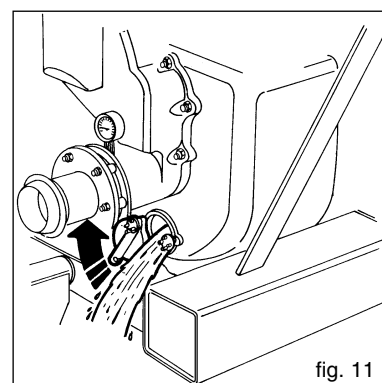

fig. 11
Ne pas laisser le liquide dans le corps de la pompe mais le vider par le trou prévu à cet effet (fig. 11) car il pourrait geler en hiver et abîmer la pompe. Prendre toutes les précautions qui s'imposent pour éviter les accidents ou les dommages avant de vider le corps de la pompe si le liquide est dangereux. Faire tourner régulièrement l'arbre pour éviter les incrustations à l'intérieur de la pompe.
- Vider le corps de la pompe du liquide pompé par le trou prévu à cet effet (fig. 11).